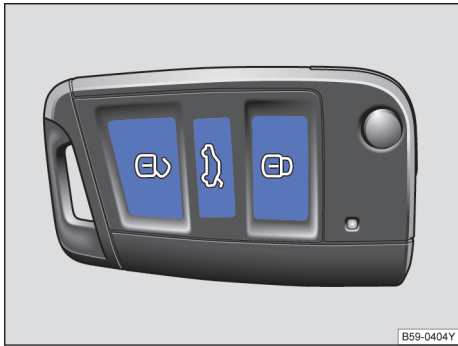
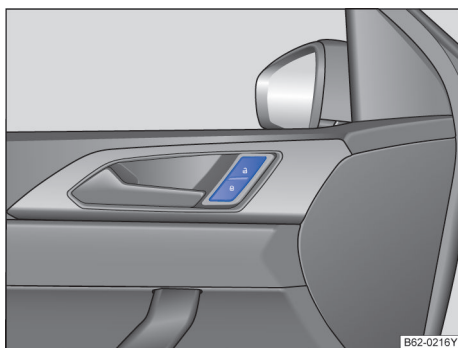

图 44 遥控钥匙上的按钮。
图 45 驾驶员侧车门内：中央门锁按钮。
行驶车速超过 15km/h 时汽车自动闭锁→第 26 页。闭锁汽车后中央门锁按钮里的指示灯 ▲ 以黄色点亮→图 45。
i 如短时间内反复按压汽车钥匙上的按钮→图 44 或中央门锁某个按钮→图 45，则中央门锁系统将暂时关闭，防止系统过载。然后汽车处于解锁状态约 30 秒钟。在此期间，若未打开车门或行李厢盖，随后汽车将自动闭锁。 <
遥控钥匙上的按钮操作 →图 44：
按压按钮→图 45：
- 按压 🔓 按钮→图 45
如果一把汽车钥匙位于汽车内部空间并且从外面用另一把有效的汽车钥匙将汽车锁止，则位于汽车内部空间的这把汽车钥匙被禁止用于启动发动机→第 94 页。如要许可启动发动机，操作位于车内的遥控钥匙上的按钮  → 图 44。
如用另一把钥匙在车外闭锁汽车，则车内的钥匙将被锁止，无法启动发动机→第 94 页。如需使车内钥匙获得许可启动发动机，则可按压车内钥匙上的  按钮→图 44